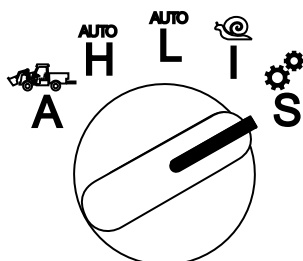

Figure 19
1. Tournez le sélecteur de mode à la position **S** (Figure 19).